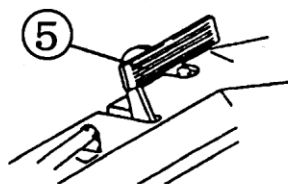

Рис. 2-8.
#### 2.2.1.5. Педаль деселератора (управления замедлителем оборотов двигателя) (5) (Рис. 2-8)